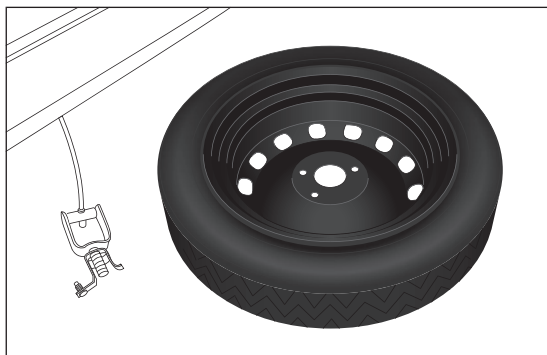

fig. 32
- prendre ensuite la roue compacte de secours fig. 32 ;